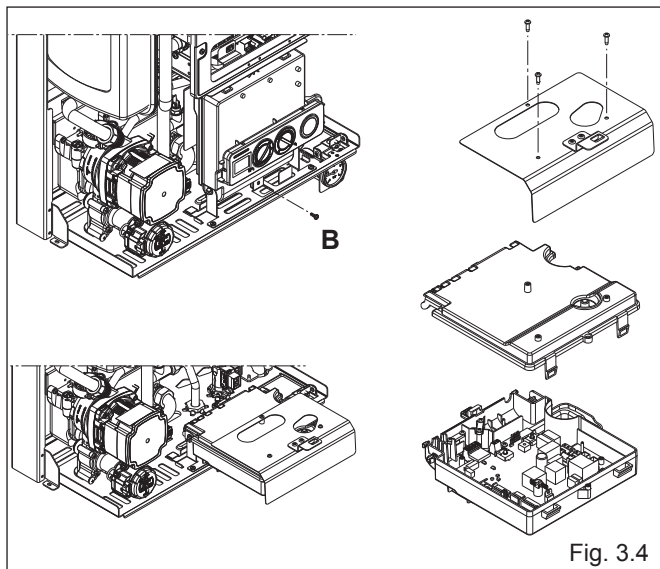

Fig. 3.4
- svitare la vite di fissaggio (B) del cruscotto (fig. 3.4) e ruotarlo verso di sé
- rimuovere la copertura morsettiera (fig. 3.4)